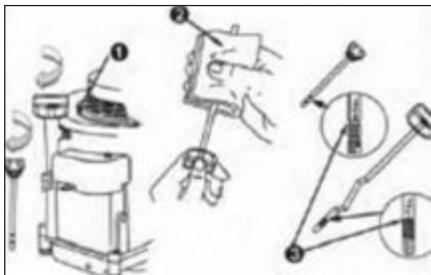

Рис. 4
7. Протрите щуп (см. Рис. 4).
9. Отверните крышку маслоналивной трубы и извлеките масляный щуп из трубы. Проверьте уровень масла. Если уровень масла на щупе ниже метки «MIN», аккуратно добавьте масло до уровня «FULL» (см. Рис. 4).